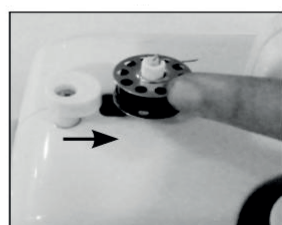

Рисунок 16
6. Снимите шпульку со стрежня и обрежьте нить (рис.16).